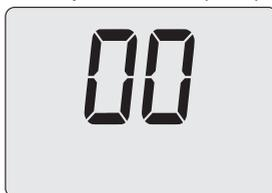

Figura 9.27
- Utilizando los botones 16 o 17 (Figura 9.19) se puede modificar el valor del parámetro A01 (Figura 9.27).